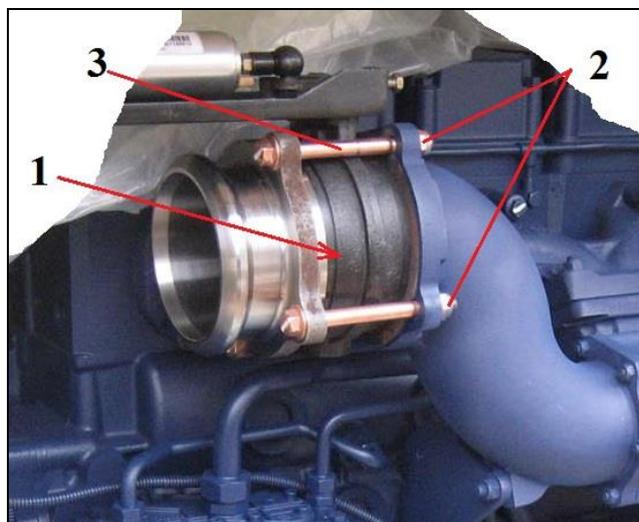

Рис. 18 Снятие заслонки горного тормоза
2.15. Снятие заслонки горного тормоза (см. Рис. 18)